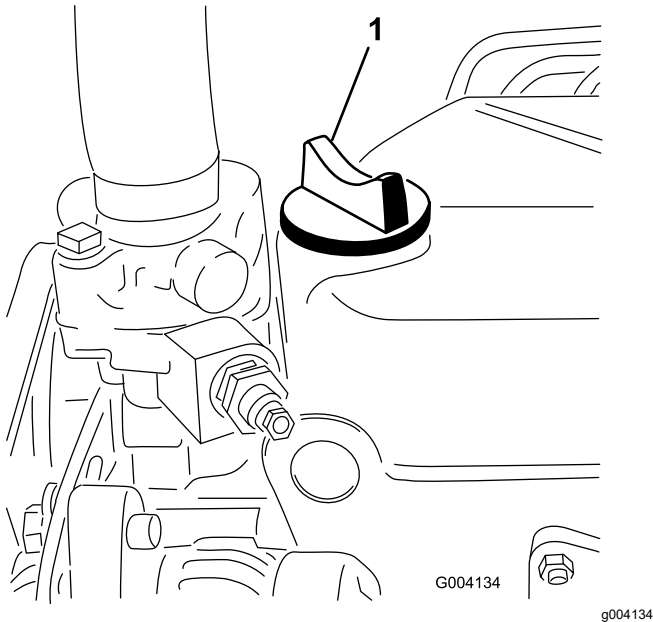

Figura 60
- Se o nível de óleo se encontrar abaixo da marca CHEIO da vareta, retire a tampa de enchimento (Figura 60) e adicione óleo até que o nível atinja a marca CHEIO.